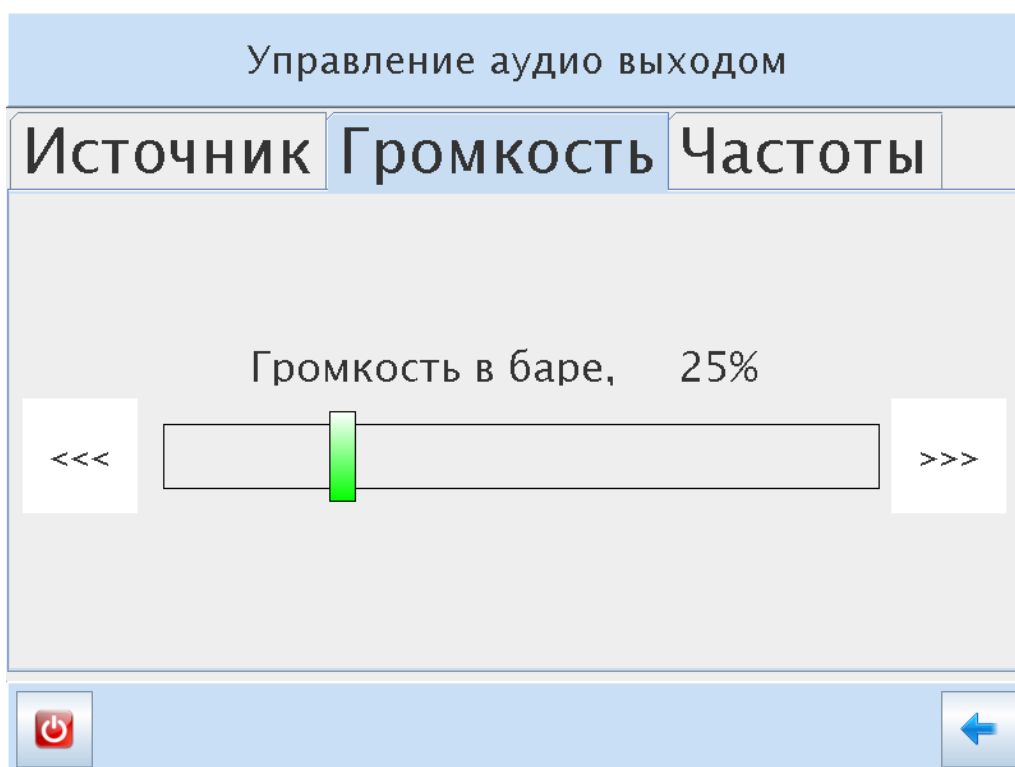

Рис. 10 Настройка громкости аудио сигнала
6.3.6.2 Настройка громкости аудио сигнала, подаваемого на колонки (рис.10).